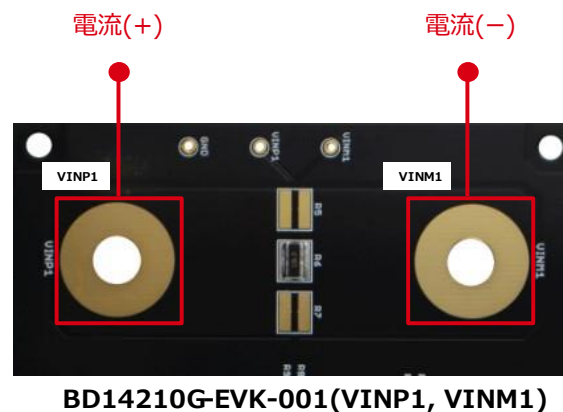

Figure 5. BD14210G-EVK-001 と直流安定化電源(電流)の接続
2. BD14210G-EVK-001 に、測定する電流配線を接続 (Figure 5)